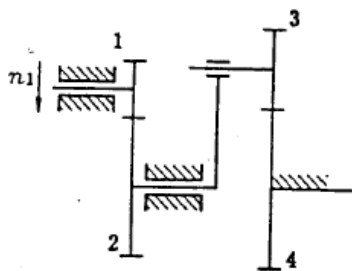

图 3
(1) 在图 3 所示轮系中，已知各轮的齿数 $z_1=20$, $z_2=40$, $z_3=15$, $z_4=60$ ，轮 1 的转速 $n_1=120\text{r/min}$ ，转向如图示，试确定轮 3 的转速 n_3 的大小和方向。(10 分)